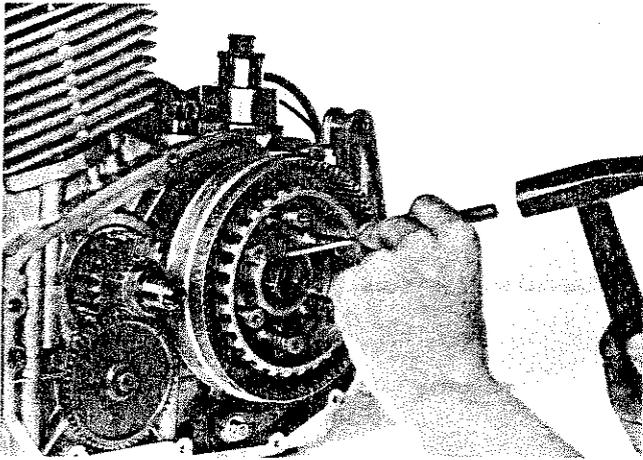

Fig. 112
- 9) Con leggeri colpi di martello e un cacciaspine o uno scalpello, raddrizzare la rondella di fermo in lamiera del dado centrale della frizione (Fig. 112).
- 9) Flatten the tab washer of clutch centre nut with a hammer and a chisel or a punch (Fig. 112).